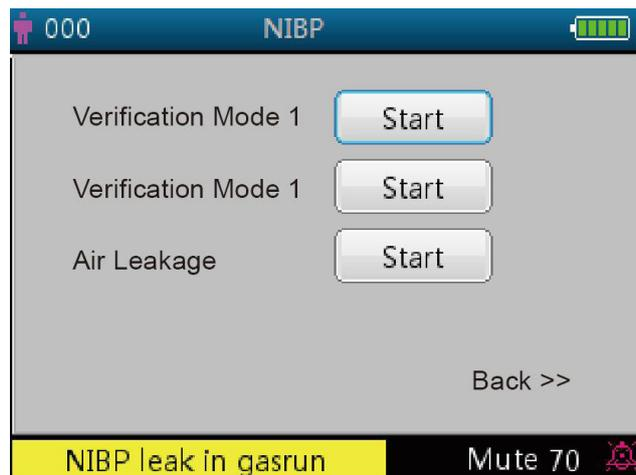

Figura 4.14 Pantalla de configuración de verificación NIBP
- **Más >>:** icono de bajar página. Mueva el cursor hacia el último elemento ("Bloqueo"), presione rápidamente la tecla Abajo ▼ para ir a la pantalla de configuración de verificación NIBP, tal y como se muestra en la figura 4.14.